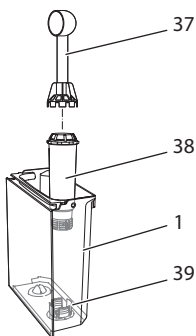

Abb. 18: Wasserfilter ein-/ ausschrauben
- Entfernen Sie den Wasserfilter (siehe Abb. 18).